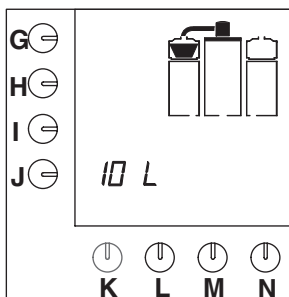

Fig. 9 Dryppetid
- Så snart kaffebeholderen er fyldt, blinker filterskål i displayet for dryppetid (fig. 9).